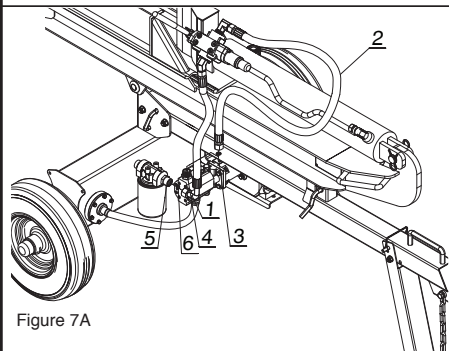

Figure 7A
3. Fixez le tuyau hydraulique de retour (n° 1) sur le connecteur (n° 5). (Voir fig. 7A)